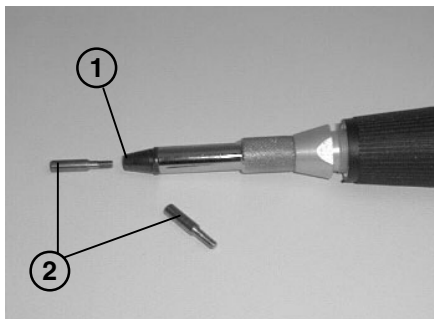

Fig. 8
a herramienta (2) se inserta de modo muy sencillo, enroscándola en el cabezal del mango (1) (véase Fig. 8).
**NOTA.** Las brocas suministradas (2) deben ser perfiladas en función de los requerimientos laborales específicos del usuario.